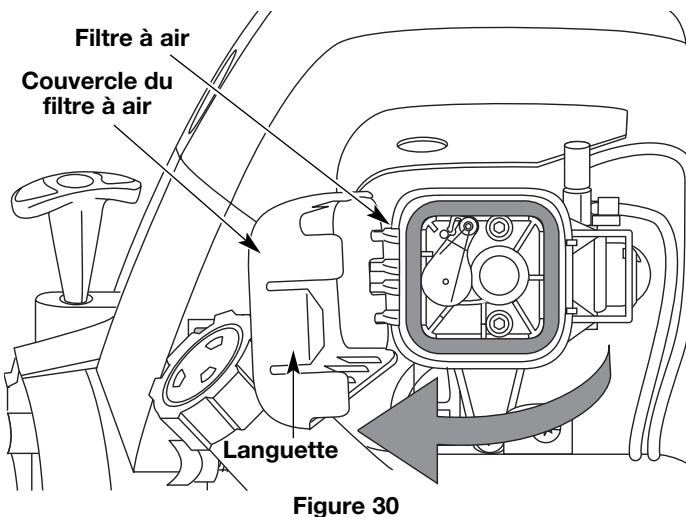

Figure 30
1. Ouvrez le couvercle du filtre à air. Enfoncez la languette à droite du couvercle, tirez celui-ci vers vous puis vers la gauche (Fig. 30).
2. Retirez le filtre à air (Fig. 30).